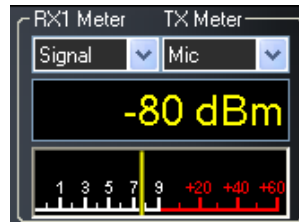

Abbildung 44: Multimeter
Die Textanzeige unterhalb der Auswahlfelder gibt Digitalwerte aus während des Empfangs (RX) bzw. während des Sendens (TX)- beispielsweise die Signalstärke wie in obiger Abbildung 44 dargestellt. Unterhalb des Textdisplays werden Daten grafisch angezeigt in Form eines Profilinstrumentes. Alternativ kann auch eine Balkendiagramm-Anzeige gewählt werden (wie, das finden Sie in Beschreibung des *Setup* Formulars – Register *Appearance*, Sub-Register *Meter* auf Seite 154).